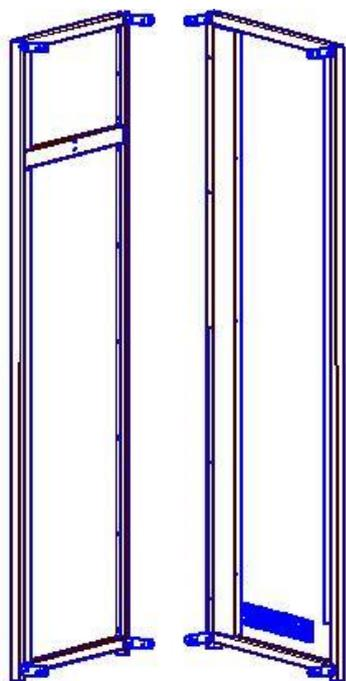

Рис. 2 Стенка боковая левая
1.1 Комплект поставки шкафа сушильного представлен в таблице 2 и на рис.2÷23